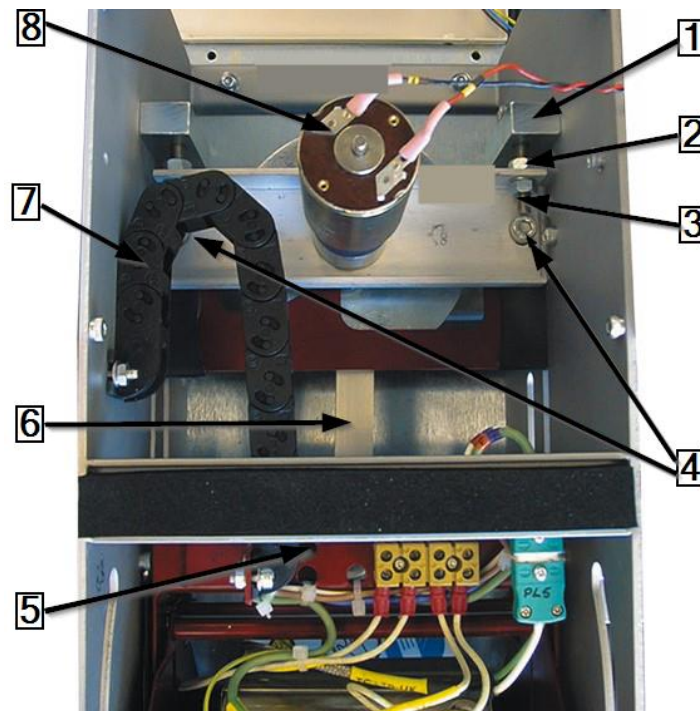

Abb. 78 : Variklio komponentai (vaizdas iš priekio)
- Daugiau žr. Abb. 78 : Variklio komponentai (vaizdas iš priekio), 107psl.). Atsukite variklio guolių blokuose pozicionavimo varžtų (3) M6x40 apsaugines veržles (2) ir išsukite pozicionavimo varžtus.
- Atsukite 2 tvirtinimo varžtus (4), kuriais pritvirtinta variklio komponentų pagrindinė plokštė.
- Iš diskinio skrejiko išimkite variklio diskinio skrejiko (1) galinį sukiojamą kaištį.